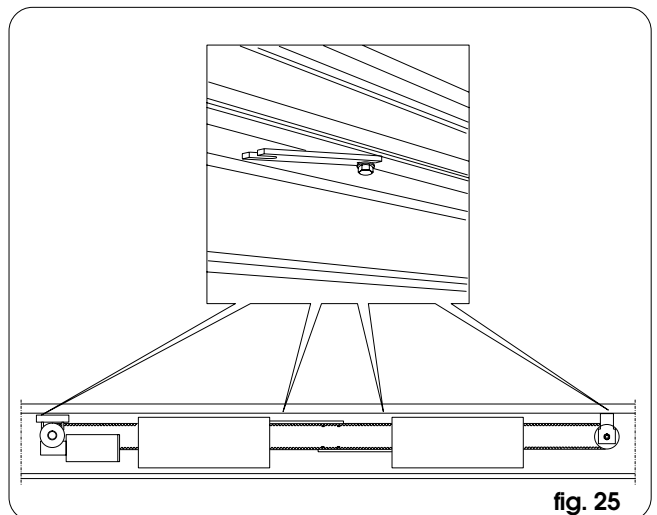

fig. 25
- Atornille parcialmente las 4 bridas en el extremo perforado, utilizando 4 tornillos tirantes y previendo el posicionamiento, una vez introducido el módulo de accionamiento, como se muestra en la fig. 25.